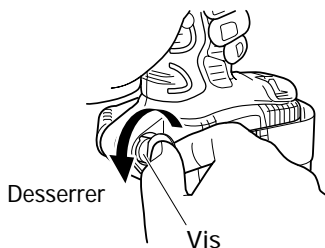

Fig. 6
- (a) Tenir fermement le boîtier de l'outil et retirer la vis à l'aide d'un tournevis pour écrou à fente ou d'une pièce de monnaie (Fig. 6).
- (c) Fixer le crochet et le ressort de l'autre côté et serrer à fond avec la vis (Fig. 6).